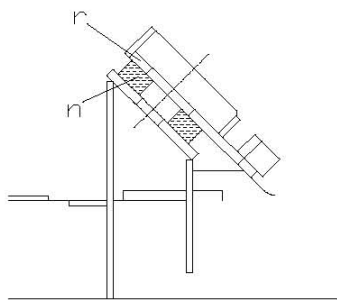
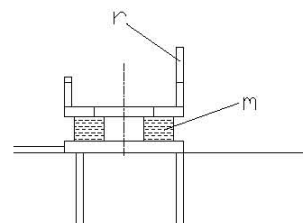

図5
図6
5.マウントワッシャ(j) 中マウント(m) カラー(k) 小マウント(s) の順に外していく。このときエンジンベース(r) 本体フレーム間の中マウント(m)3ヶ所 大マウント(n)1ヶ所は、そのまま残しておく。・・・図5、図6